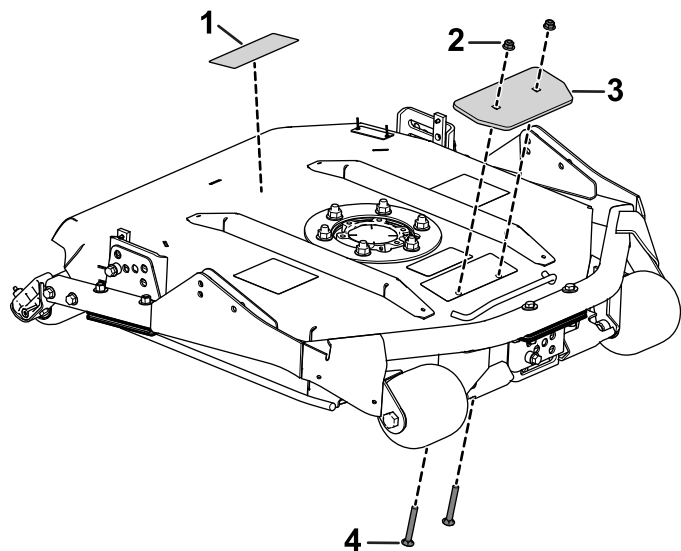

Рисунок 2
3. Вставьте винт со шлицем в каждое просверленное отверстие (Рисунок 2).
4. Используйте фланцевые гайки для крепления балластных пластин к режущему блоку (Рисунок 2).
5. Прикрепите табличку высоты скашивания к задней части режущего блока (Рисунок 2).